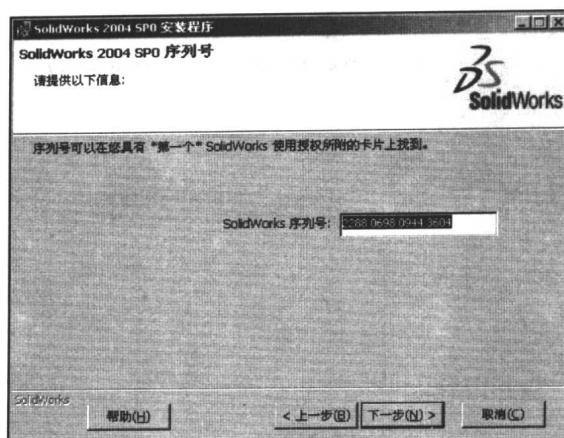

图 1-4 “SolidWorks2004 SP0 序列号”对话框
(4) 在“SolidWorks 2004 SP0 安装位置”对话框中指定 SolidWorks 2004 要安装的位置。如果所指定的磁盘剩余空间不足，系统会报告没有足够的磁盘空间可供当前选定的功能使用，需要重新选择要安装的磁盘。单击“下一步”按钮继续。
(5) 在弹出的“SolidWorks 2004 SP0 序列号”对话框中输入 SolidWorks 2004 的序列号，如图 1-4 所示。序列号可以在具有“第一个”SolidWorks 使用授权所用的卡片上找到。单击“下一步”按钮继续。